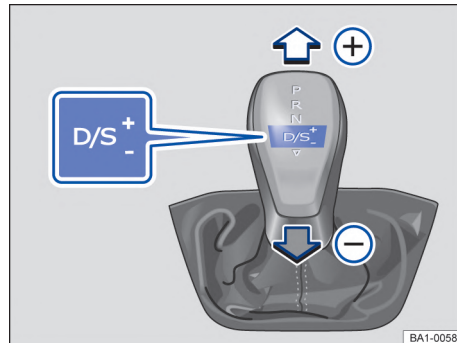

Fig. 94 Palanca selectora en la posición Tiptronic.
- Mover la palanca selectora hacia adelante (+) o para atrás (-), para aumentar o disminuir la marcha → fig. 94. ▶